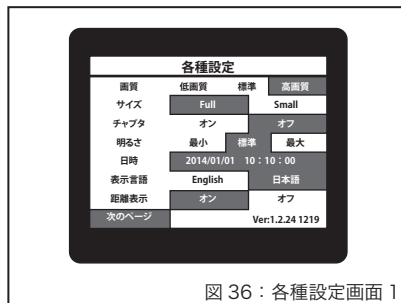

図 36：各種設定画面 1
## ● 各種設定画面を表示する (図 36)
- MENU ボタンを押すと図 36 の**各種設定**画面が表示されます。変更、設定したい機能を↑↓にて選択し▶再生ボタンを押すとカーソルが右へ異動し、設定を選択できるようになります。設定したいモードを選び、▶再生ボタンを押すと設定が変更され、カーソルが左に移動します。
- 「前のページ」を実行すると、各種設定画面1 (図 36) に戻ります。